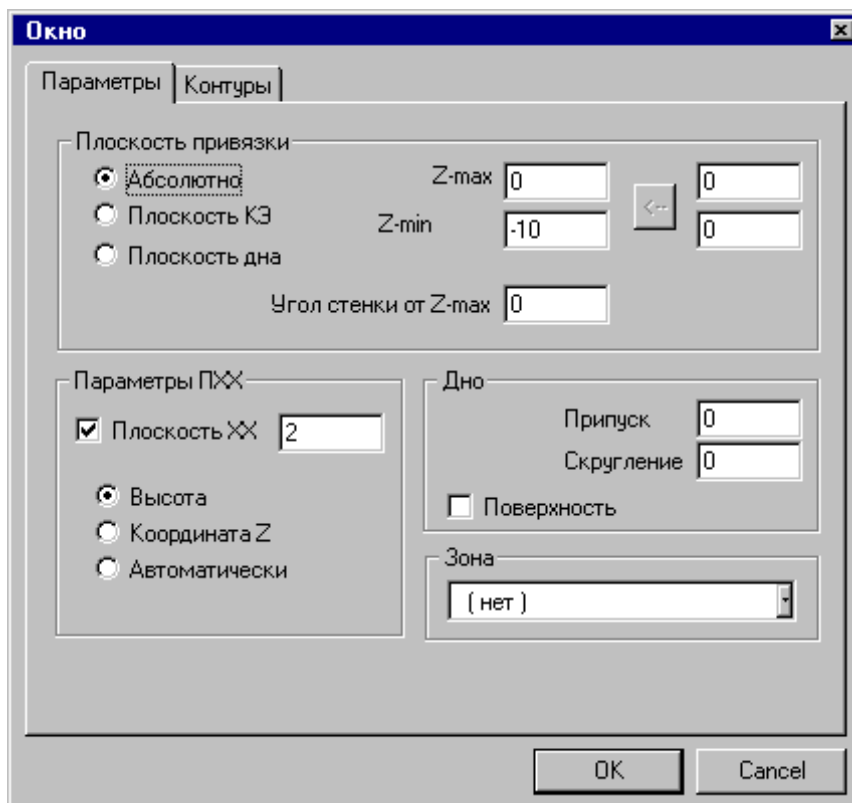

Рисунок 4.8 – Вікно діалогу «Окно»
2. У групі «Плоскость привязки» вибрати «Плоскость КЭ», ввести в поле «Глубина» значення «27» і натиснути кнопку «ОК» (рис. 4.8).